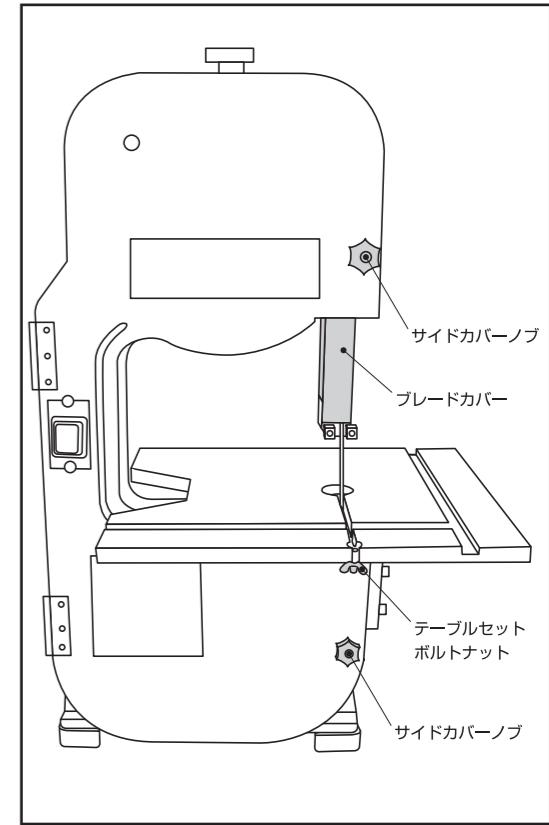

図12
- サイドカバーノブをゆるめて、本体正面再度カバーを開いてください。（図12）